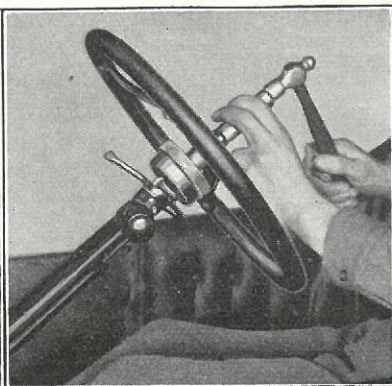

Fig. 117
- (c) Driv Rattet paa Styredrevet med en Dorn som vist paa Fig. 117.